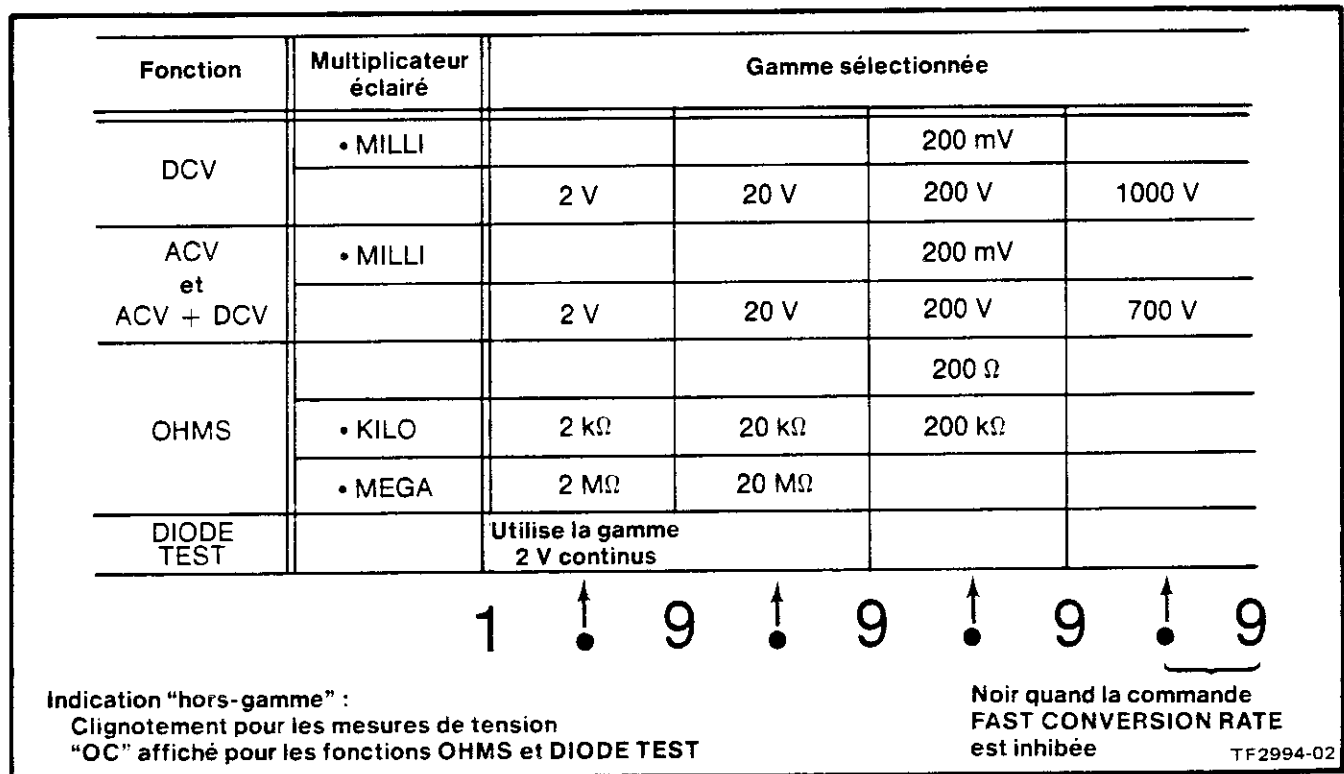

Fig. 2.2. Indications des gammes de mesure.
Les boutons poussoirs restants (23) ne s'allument pas. Voir figure 2.2.
La partie centrale indique la gamme de mesure sélectionnée. Une DEL allumée en vis-à-vis de l'un des mots MILLI, KILO et MEGA indique l'unité de mesure affichée en milli, kilo, ou mega. Le point décimal est fixe à l'intérieur d'une même gamme de mesure. La DEL et l'emplacement du point décimal indiquent la gamme sélectionnée en modes Sélection Automatique (AUTO) et Sélection Manuelle (par incréments - STEP). Voir figure 2.2.